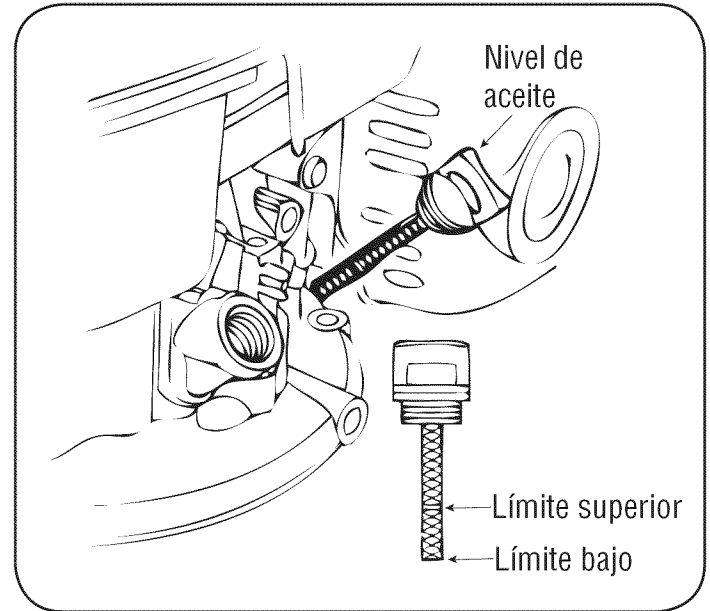

Figura 10
2. Con la cortadora de césped ubicada en suelo nivelado, llene hasta la marca de límite alto en la varilla medidora del nivel de aceite con el aceite recomendado. Vea la Figura 10.
3. Inserte la tapa del depósito de aceite/varilla medidora del nivel de aceite en el tubo de llenado de éste como se muestra, pero no la atornille, luego quítela para revisar el nivel de aceite. Vea la Figura 10.